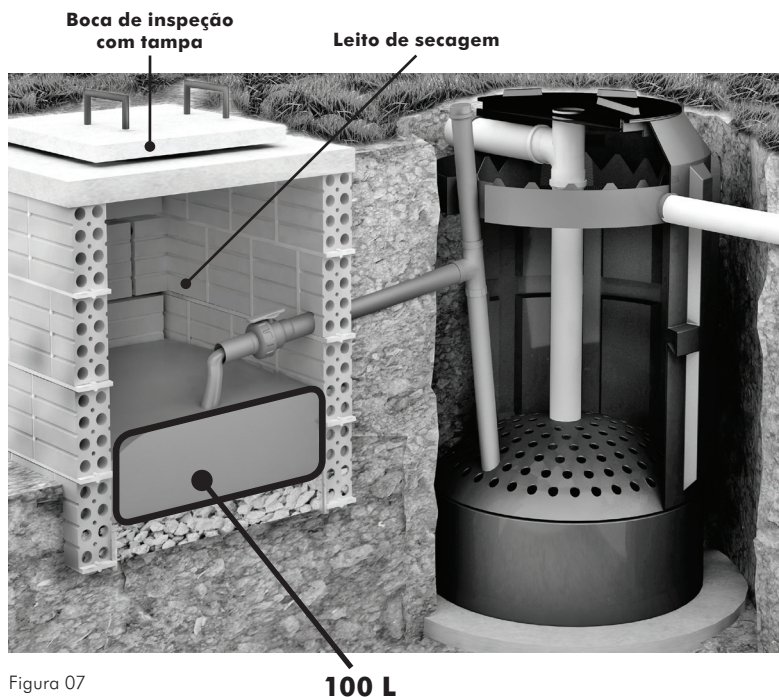

Figura 07
A saída do lodo, durante o procedimento de limpeza, deverá ser direcionada para um leito de secagem, Figura 07.
- A altura do registro determinará a posição da escavação do leito de secagem de tal forma que, durante a limpeza, o volume útil de lodo esteja sempre abaixo do registro, a fim de não permitir a submersão deste no lodo extraído, Figura 07.